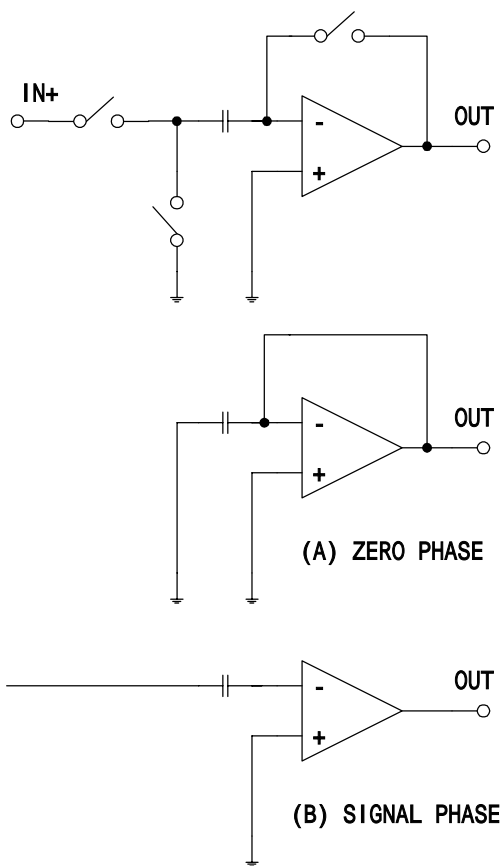

図 1. 古典的なAuto Zero方式
ここで，Auto Zeroアンプ，チョッパアンプの動作原理を確認します。図1は古典的なAuto Zero方式です。スイッチの組合せによって2つの状態を作ります。(A) ZERO PHASEは入力をショートし，入力端子に接続されているキャパシタにアンプ自身のオフセット電圧がチャージされる状態です。(B) SIGNAL PHASEではそのオフセット電圧が逆特性で入力に加えられます。この(A) (B)を繰り返すことによりAuto Zero回路として動作します。実際のICではこのアンプが2個入っていて，それぞれを切り替えて動作させるものが製品化されていたようですが，入力部をスイッチングしているため，増幅の途切れる期間ができてしまいます。またスイッチングのノイズも出力に現れるため，出力部分にフィルターが必要になります。この方式のもう一つの欠点は入力部分のキャパシタ，後段のフィルターの影響により，アンプとしての帯域が制限されてしまうことです。そこで改良されたものがチョッパ方式です。